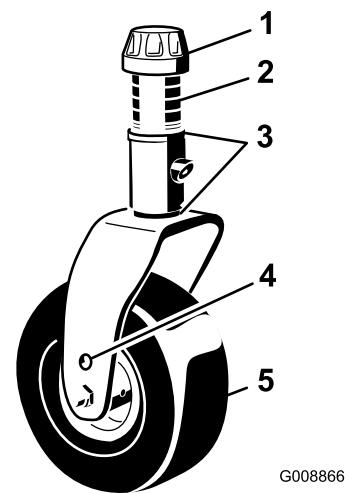
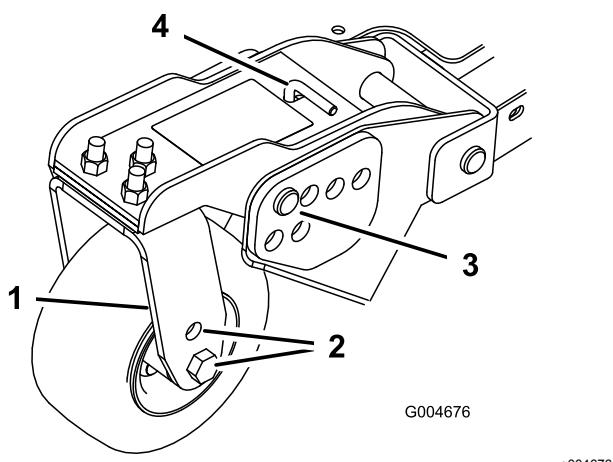
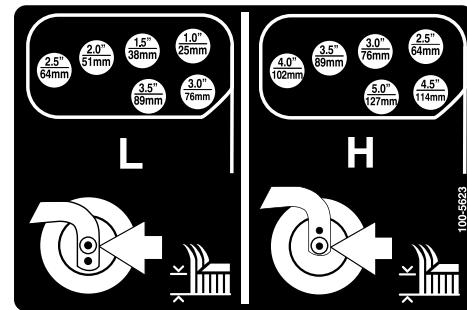

Figura 21
Figura 23
Figura 24
1. Posizionate gli assali delle ruote orientabili negli stessi fori di tutte le forcelle (Figura 21 e Figura 23).
2. Togliete il cappuccio di tensione dall'asse del perno ed estraete il perno dal braccio della ruota orientabile (Figura 21).
- Togliete la coppia ed i perni con testa dai bracci di rotazione delle ruote orientabili (Figura 23).
- Girate il tenditore per alzare o abbassare il braccio di rotazione finché i fori non sono allineati con i fori della staffa dell'altezza di taglio selezionati, nel telaio del piatto di taglio (Figura 23 e Figura 24).